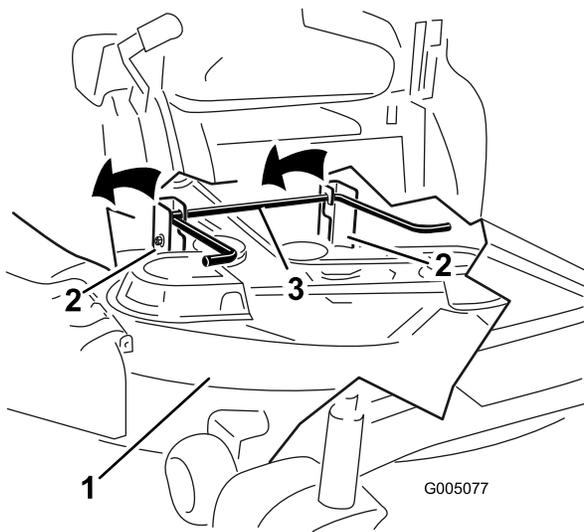

**Figura 63**
6. Levante a plataforma de corte e os suportes de suspensão afastando da haste de elevação traseira e baixe o cortador cuidadosamente até ao chão (Figura 63).
5. Levante parte de trás da plataforma de corte e oriente os suportes de suspensão por cima da haste de elevação traseira (Figura 63).